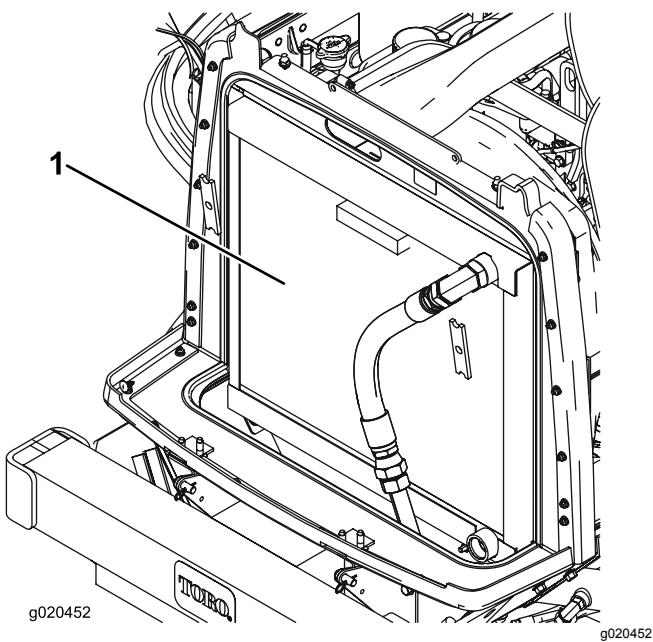

Bild 97
3. Reinigen Sie beide Seiten des Kühlers bzw. Ölkühlers gründlich mit Druckluft (Bild 97).